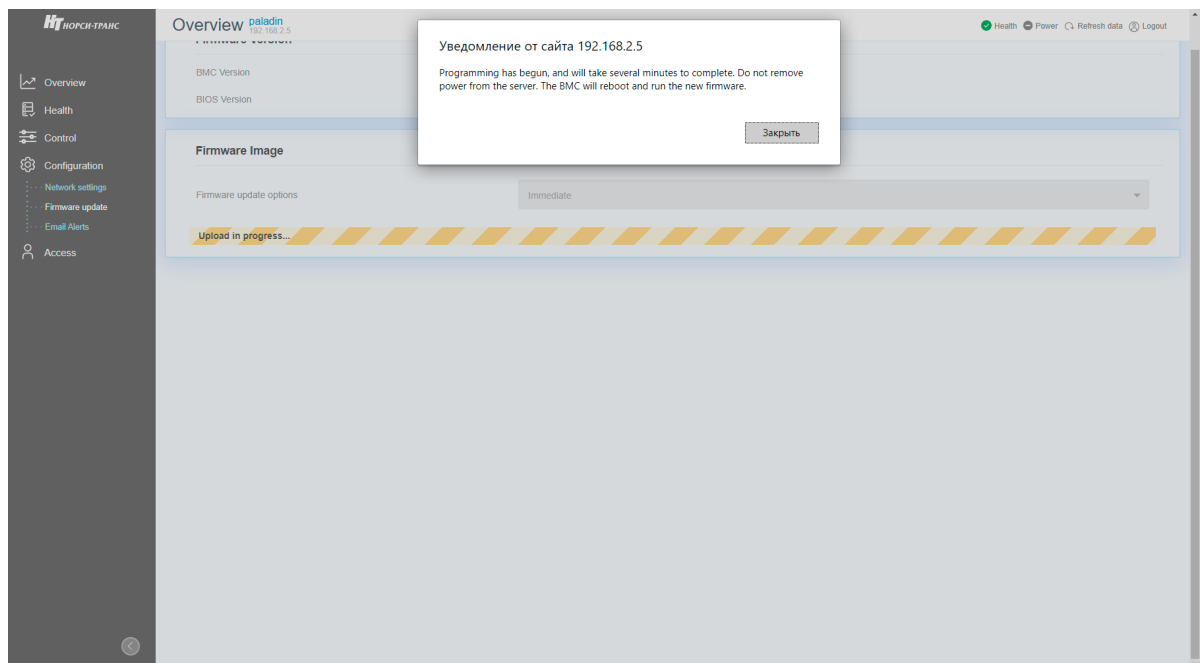

Рис. 88. Окно с уведомлением о завершении установки обновления BMC
- 7) После обновления BMC появится сопутствующая надпись об успешном завершении обновления. Окно показано на рис. 88 Окно с уведомлением о завершении установки обновления BMC.